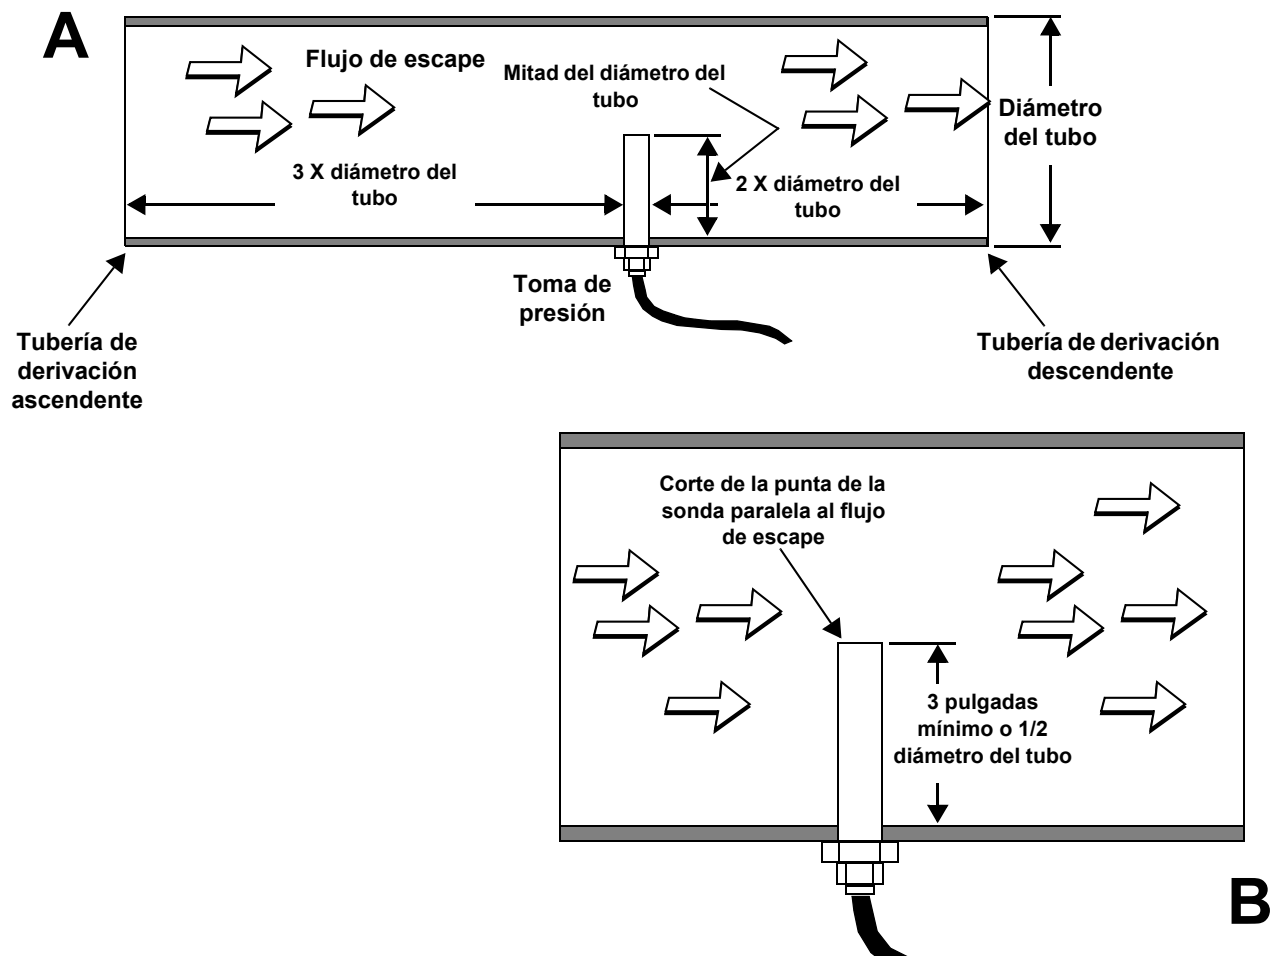

Figura 5-6. Instale el puerto de control de contrapresión
Por ejemplo, en el caso de un tubo de 100 mm (4 pulgadas) de diámetro, coloque la toma a no menos de 300 mm (12 pulgadas) de una curva o cambio de sección descendente. Vea el punto A de la Figura 5-6.
5. Inserte la sonda a una profundidad que equivalga a la mitad del diámetro del tubo, o bien a un mínimo de 76,2 mm (3 pulgadas). Vea el punto B de la Figura 5-6.